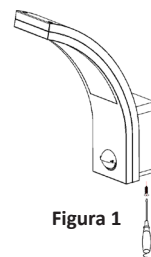

Figura 1
2. Svitare la vite nella parte inferiore della plafoniera e togliere il coperchio (vedi Figura 1).